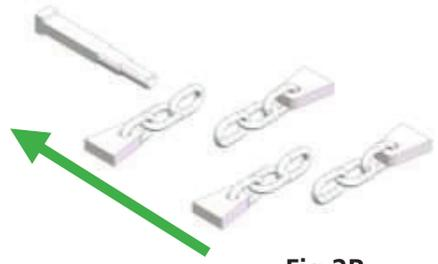

Fig.2B
- 3 - Remplacer les masselottes en respectant leur positionnement d'origine. (Fig. 2B).